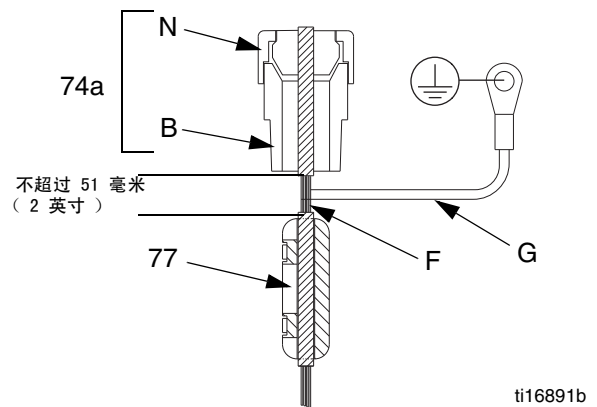

图 11. IS 电路被覆线
19. 将 IS 被覆线和护板用螺丝固定到导电应力消除 (74a)，并将其连接至 J2 和 J3。请参见图 11 和电路图 (第 10 页)。
20. 请参见图 11。将螺母 (N) 紧紧拧紧到导电应力消除 (74a) 上。附着在涂布生产线 (F) 中，远离导电应力消除 (74a) 在底部的铁素体 (77) 不超过 2 英寸 (51 毫米)。将接地线 (G) 安装到接线盒中的接地螺钉上。
21. 安装新的垫圈 (33)、盖子 (34) 和六个螺钉 (12)。
22. 拆除电路板盖 (34) 上的旧标牌 (L)。给盖子装上新标牌 (L)。
23. 输入新标牌 (L) 上的校准信息来校准转换器：
24. 用两个螺钉 (12) 重新装上盖子 (32)。